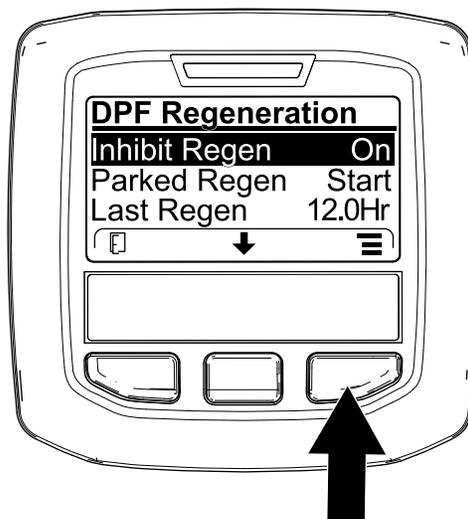
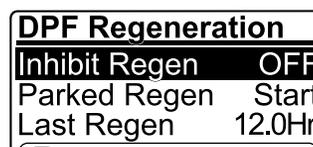

図 66
図 67
1. DPF Regeneration メニューで、中央ボタンを押して再生禁止 INHIBIT REGEN オプションに移動し、右ボタンで中に入る 図 66。
2. 右ボタンを使って、設定を ON から OFF 図 66 または OFF から ON に変える 図 67。